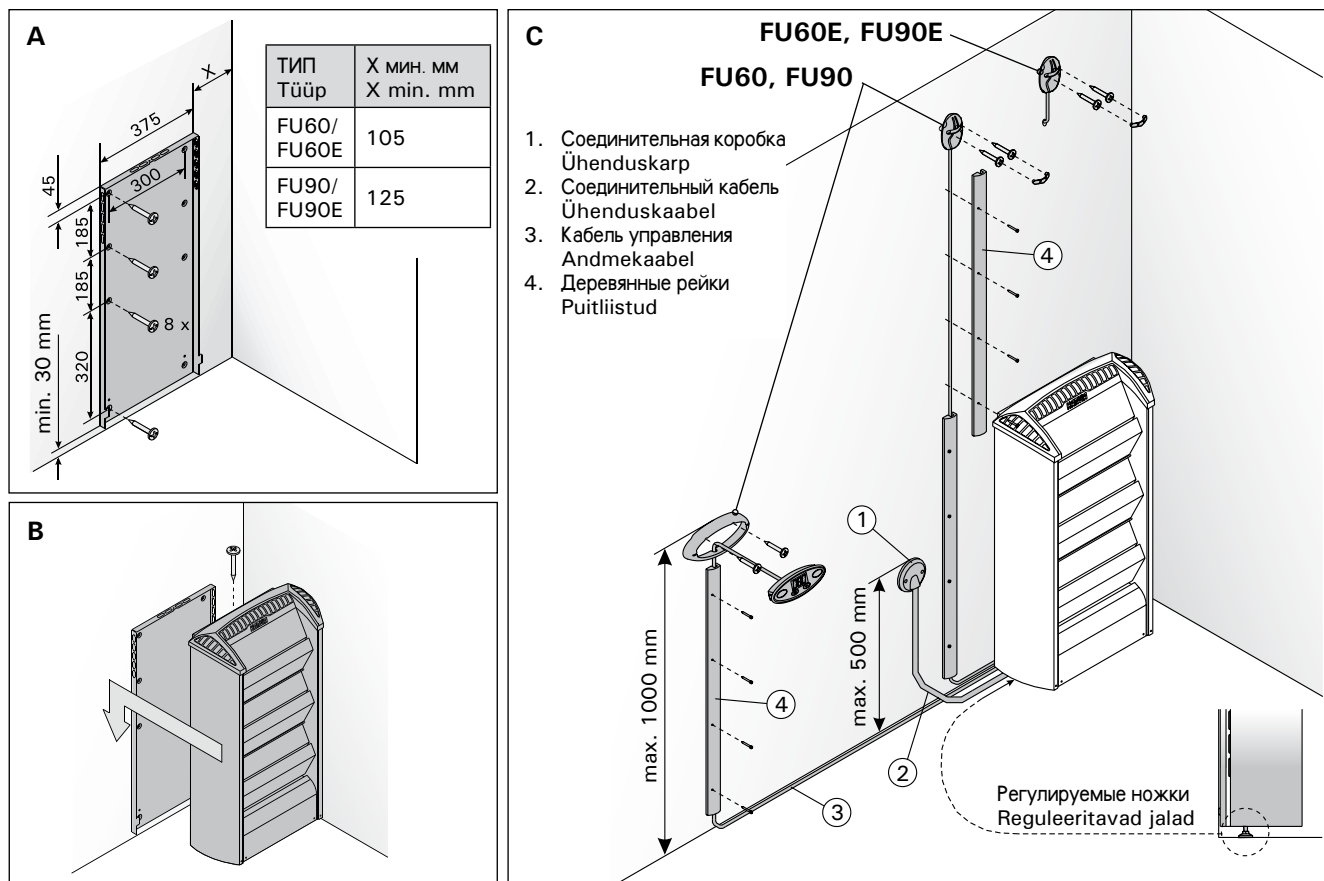

Рисунок 9. Расположение монтажной рамы каменки и подключение каменки
| ширина/laius 480 mm глубина/sügavus 235 mm высота/kõrgus 900 mm вес/kaal 20 кг/kg камни/kived 30 кг/kg | | См. пункт 2.3. Vt. 2.3. | | См. рис. 5 Vt. joonist 5 | | | | См. рис. 9 С. Параметры относятся только к соединительному кабелю (2)! Vt. joonist 9 С. Мõõдud kehtivad ainult ühenduskaabli (2) kohta! | | | |
1. С помощью прилагаемых шурупов прикрепите к стене монтажную раму, соблюдая минимальные расстояния, указанные в таблице 2 и на рис. 5. Установка рамы изображена на рис. 9.
Сечение проводов, подходящих к управлению нагревом и к сигнальной лампочке, должно соответствовать питающему кабелю каменки. Каменка гибким кабелем подсоединяется к соединительной коробке в стене сауны. См. рис. 9. В качестве кабеля следует использовать резиновый кабель типа H07RN-F или подобный.
Панель управления каменки FU поставляется в комплекте с тремя деревянными рейками, которыми можно закрыть кабель управления, установочным фланцем и двумя винтами для крепления панели на удобной высоте. Если в стене имеется канал для прокладки кабелей, то кабель, ведущий к панели управления, можно скрыть в стене. В противном случае монтаж следует производить по поверхности стены. См. рис. 9. Сигналы, передаваемые панелью управления, являются слаботочными сигналами. Поэтому панель безопасна при установке на основание из любого материала.